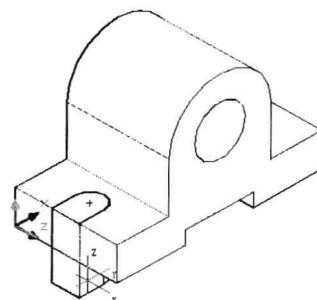

图 8-4-6
(11) 在“建模”面板中单击“按住 / 拖动”按钮 HL ，在多段线图形内部单击，向下移动光标，如图 8-4-6 所示。